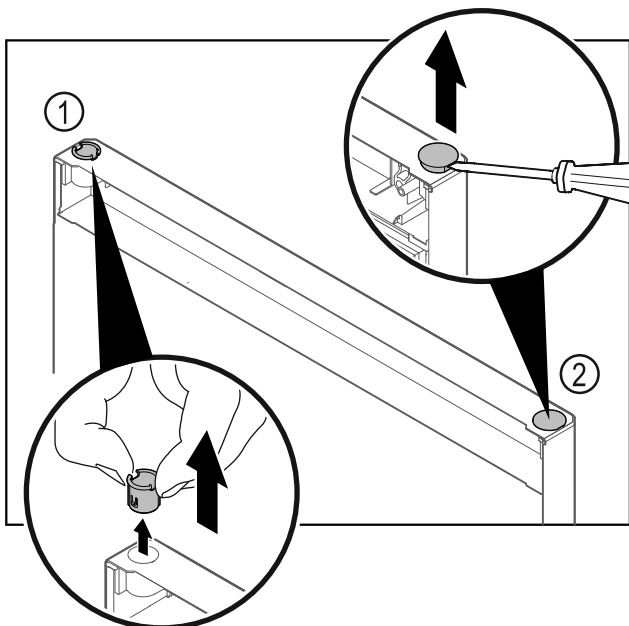

Fig. 18
- Izvelciet ar pirkstiem eņģes ieliktni Fig. 18 (1).
- Paceliet uzmanīgi ar plakano skrūvgriezi un izvelciet ārā nosedzošo aizbāzni Fig. 18 (2).